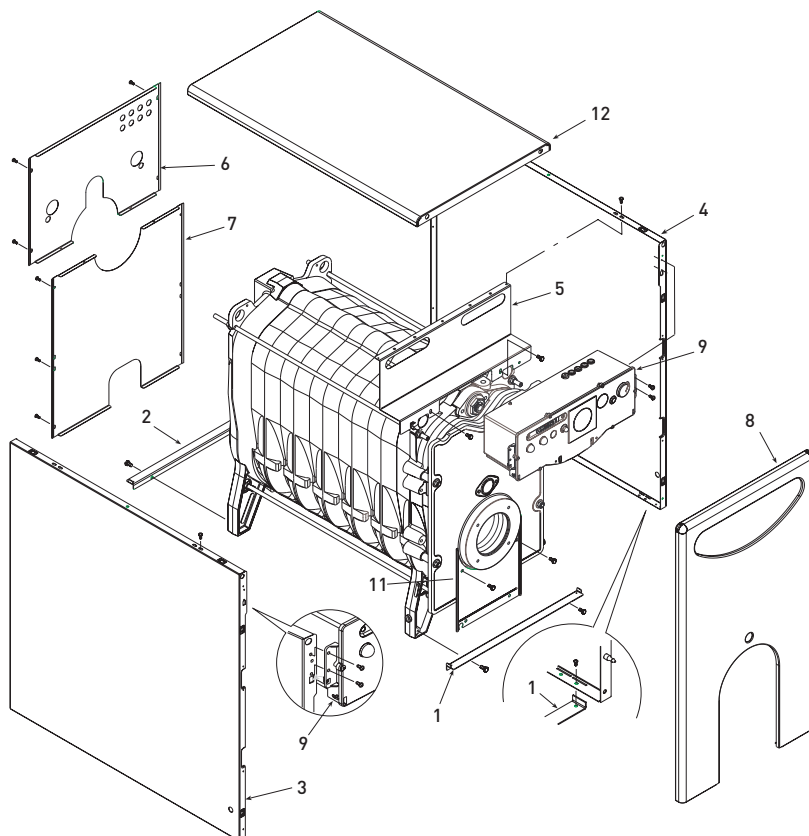

Abb. 5
2.5 MONTAGE DES "RONDO ErP BE" MANTELS (Abb. 5)
werden in gesonderten Kartonverpackungen ausgeliefert. In der Verpackung des Mantels befinden sich der Beutel mit der Dokumentation des Heizkessels und die bereits vorbereitete Glaswolle zur Isolation des gusseisernen Heizungskörpers. Zur Montage der Bestandteile des Mantels gehen Sie folgendermaßen vor (Abb. 5):